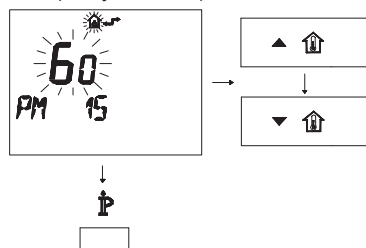

Рисунок 5.56
- Изменяйте заданное значение путем воздействия на кнопки ▲ или ▼ до появления **заданного значения 60**, подождите, пока заданная цифра не начнет мигать (Рисунок 5.56)